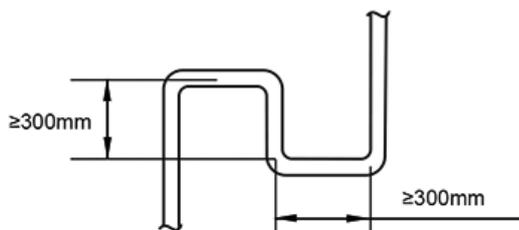

Abb. 4.3
- Wenn die Außeneinheit höher als der Inneneinheit liegt und der Höhenunterschied 20 m überschreitet, wird empfohlen, alle 10 m einen Ölrücklaufbogen am Kühlmittelrohr des Hauptrohrs zu installieren. Die empfohlenen Spezifikationen des Ölrücklaufbogens sind in Abb. 4.3 dargestellt.
- Anforderung 3:** Der Höhenunterschied zwischen den Innen- und Außeneinheit sollte 90 m (wenn die Außeneinheit höher liegt) bzw. 110 m (wenn die Außeneinheit tiefer liegt) nicht überschreiten. Zusätzlich: 1) Wenn die Außeneinheit höher liegt und der Höhenunterschied größer als 20 m ist, wird empfohlen, in dem Kältemittelrohr alle 10 m einen Ölrücklaufbogen mit den in Abb. 4.3 angegebenen Maßen anzubringen. 2) Wenn die Außeneinheit tiefer liegt und der Höhenunterschied größer ist als 40 m, installieren Sie ein Flüssigkeitsrohr mit einem größeren Durchmesser.